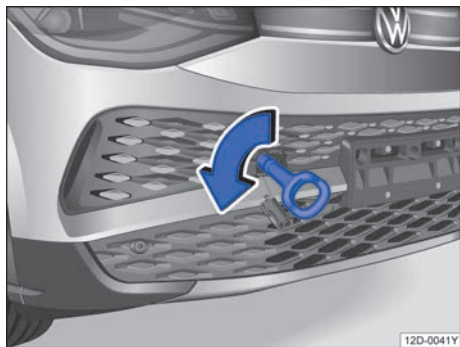

图 160 安装牵引环
- 将牵引环朝箭头方向拧入螺纹孔内，直到限位位置 → 图 160。